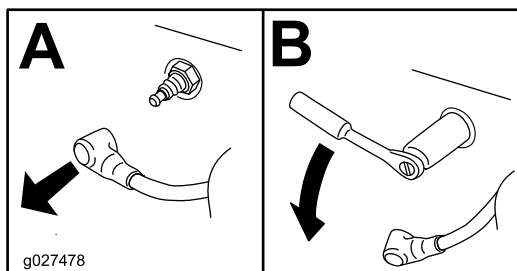

Figura 33
3. Retire la bujía (Figura 33).